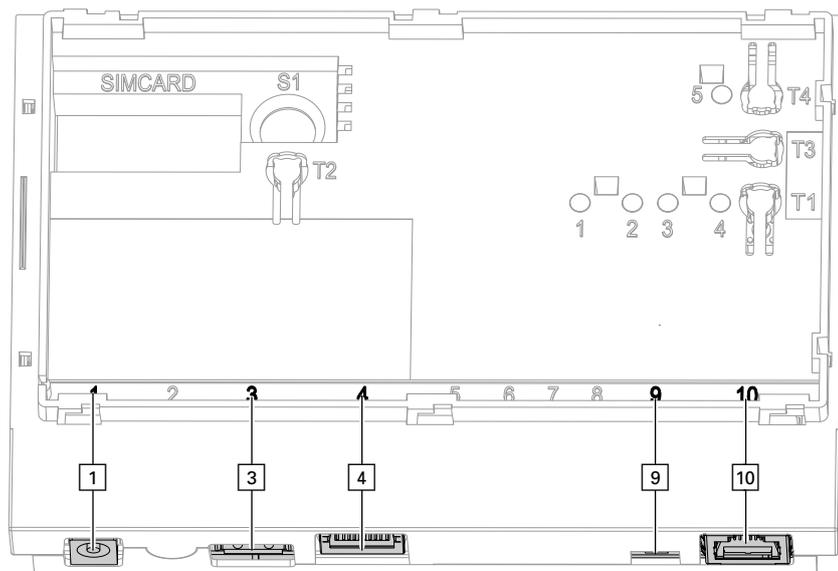

Рис. 5
Подключить соединительный кабель LON к разъему LON на Vitodens (A) и к разъему LON 10 на Vitocom 100 , см. рис. 5